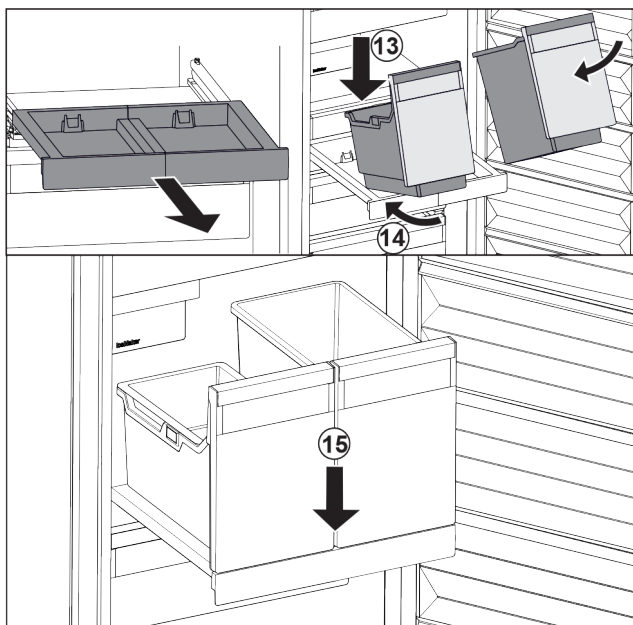

Fig. 86
- ▶ Sæt beholderne skråt på udtrækshylden. Fig. 86 (13)
- ▶ Skub beholderne skråt bagud. Fig. 86 (14)
- ▶ Sæt beholderne ned foran. Fig. 86 (15)